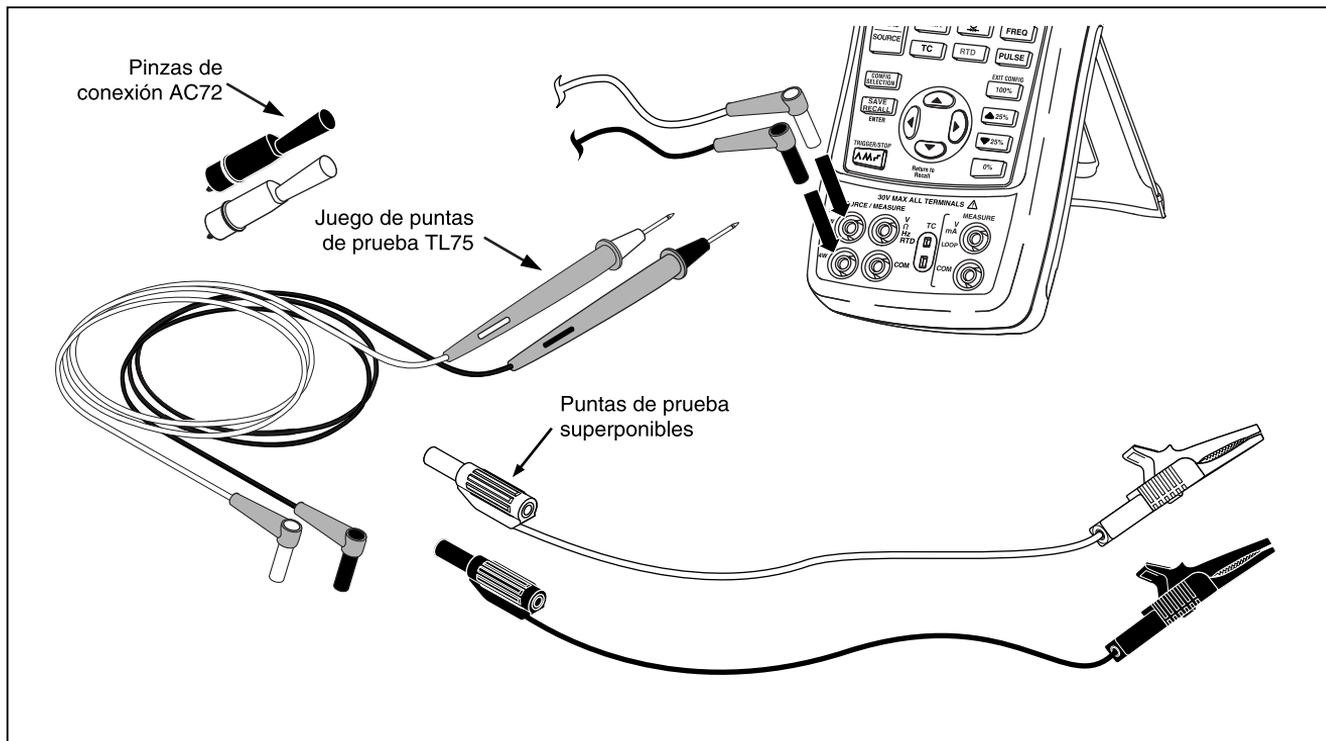

Figura 1. Equipo estándar
Si el calibrador está dañado o si falta alguno de sus elementos, póngase en contacto de inmediato con el lugar en donde fue adquirido. Para solicitar piezas de repuesto, consulte la tabla 8. Los elementos enumerados a continuación y que se muestran en la figura 1 están incluidos con el calibrador.
- *Descripción general del producto 726* (no se muestra en la figura 1).
- *CD-ROM 725/726* (incluye Manual de uso, no se muestra en la figura 1).